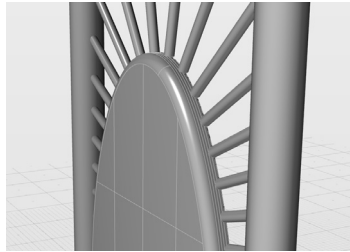

图 5-41 插入半径值为“0.5”的倒圆角
3) 激活“倒圆角”工具，为图 5-41 中所示的边添加倒圆角，给定半径值为“0.5”。